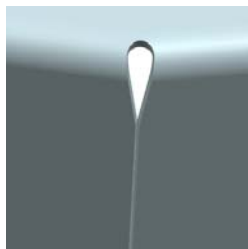

图 7-37 创建第 4 封闭拐角特征
(2) 在“封闭拐角”对话框中单击“确定”按钮，创建如图 7-37 所示的封闭拐特征。